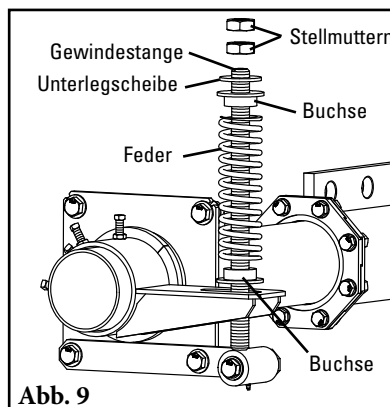

Abb. 9
9. **Federspannvorrichtung wieder zusammenbauen.** Schieben Sie die Feder, die U-Scheibe und die Buchsen auf die Gewindestange und drehen Sie die beiden Stellmuttern soweit, dass die Gewindestange etwa 6 mm (1/4") aus den Muttern herausragt (Abb. 9). Die Schritte 8 und 9 auf der anderen Seite durchführen.